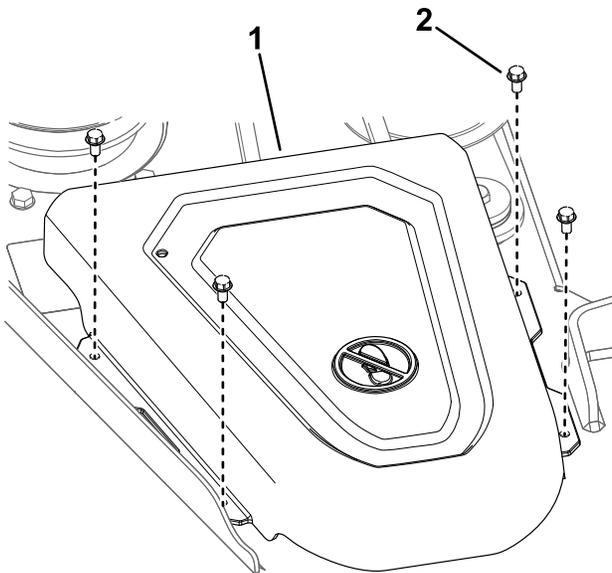

Figure 51
4. Déposez les couvercles de poulie (Figure 51).